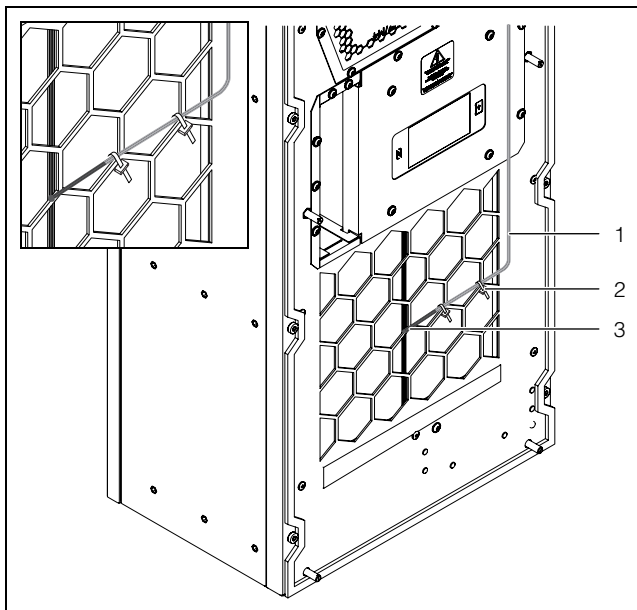

Imagen 43: Sensor térmico delante de la salida de aire frío (imagen de ejemplo)
- Sitúe el sensor térmico en el centro de la salida de aire frío del refrigerador (imagen 43).